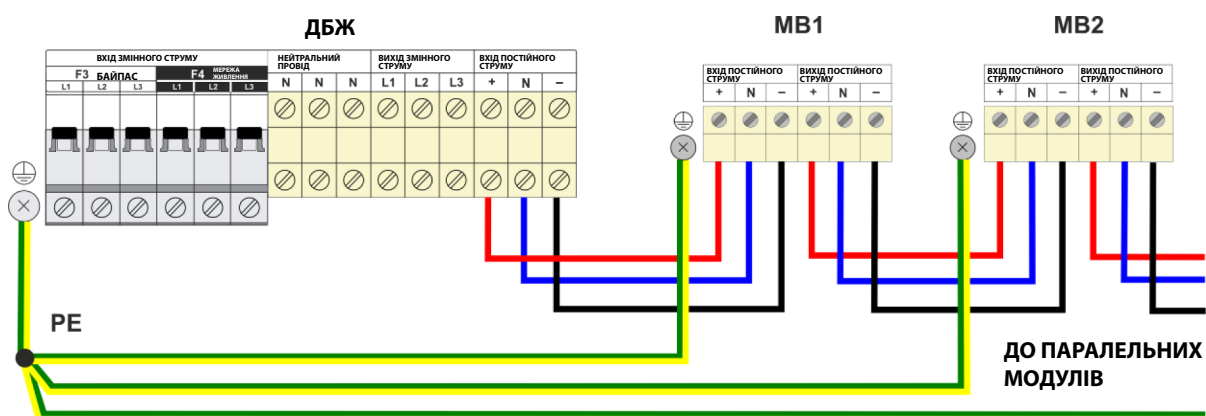

Рисунок 12: Підключення комплекту акумуляторів.
Блоки ДБЖ POWERLINE GREEN 33 LITE також доступні у варіантах, які пропонують можливість підключення додаткових акумуляторних батарей. Такі акумуляторні батареї або модулі будуть підключені за допомогою з'єднувальних клем на задній панелі блоку ДБЖ. Підключення додаткових акумуляторів допомагає подовжити час роботи блоку в режимі акумулятора. Акумуляторні батареї в комплекті розташовані в єдиній системі (з'єднані одна з одною – Рис. 12). Вони обладнані додатковими захисними елементами, встановленими на задній панелі блоку.
7. Підключіть батарею до блоку ДБЖ, як показано на схемі на Рис. 12. Особливо уважно дотримуйтесь правильної полярності виходів. Акумулятори призначені для підключення в «ланцюзі», тобто з'єднання виконуються між блоком живлення ДБЖ та першим акумулятором, потім між першим та другим акумуляторами, потім між другим та третім акумуляторами тощо. Провідники захисного заземлення від кожного пристрою направляються до спільної точки в розподільному пристрої в приміщенні або будівлі.